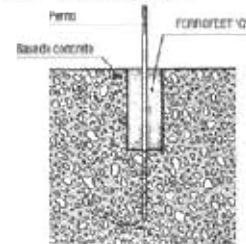

Fig. 7 RECIBIR TUBERIA Y CASQUILLOS
- Recibir tuberías, casquillos, elementos metálicos, etc. (Ver Fig. 7 y 8).